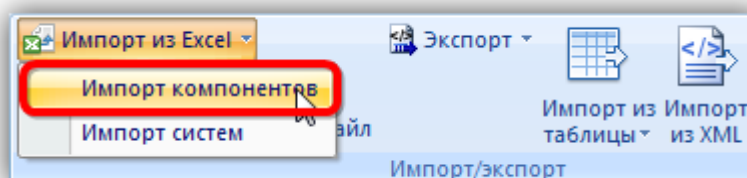

Рис. 10-87 – Импорт компонентов из файла Excel
2) Выбрать в рабочем окне «Логистическая структура» папку, в которую будут добавлены данные из файла, нажать кнопку «Импорт из Excel» панели «Импорт/экспорт» и из раскрывшегося списка выбрать пункт «Импорт компонентов» (рис. 10-87).